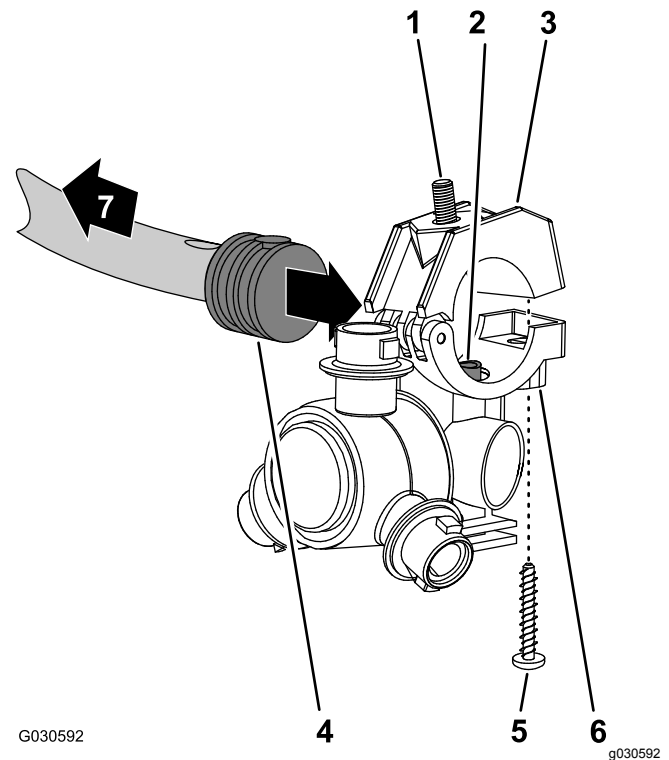
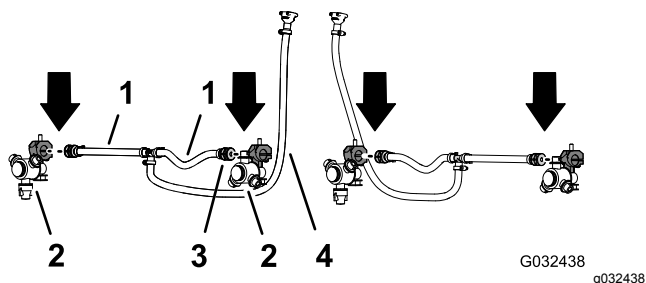

Figura 79
Figura 80
- Lavorando con i 2 ugelli dell'irroratrice del kit di finitura dell'impianto di irrorazione GeoLink, rimuovete le vite in acciaio inox che fissa la metà superiore della fascetta alla sella (Figura 79).
- Individuate il foro sul lato del portagomma dentellato singolo all'estremità del flessibile da 25 cm del gruppo flessibili (valvola dell'irroratrice 5 o 6) per la sezione della barra centrale (Figura 79 e Figura 80).
- Allineate il tubo di trasferimento sulla sella di un ugello dell'irroratrice (Figura 79) con il foro sul lato del portagomma dentellato singolo (1/2").
- Chiudete la metà superiore della fascetta attorno al portagomma dentellato e fissate la metà della fascetta e il corpo dell'ugello dell'irroratrice (Figura 79) con la vite in acciaio inox (n. 12 x 1¼"); serrate la vite in acciaio inox a 14-18 N·m.
- Lavorando con l'ugello dell'irroratrice, il bullone a testa esagonale e la vite in acciaio inox che avete rimosso ai passaggi 1 e 2 di Rimozione degli ugelli dell'irroratrice \(pagina 34\), ripetete i passaggi da 3 a 5 sul portagomma dentellato singolo (Figura 79 e Figura 80) all'estremità dell'altro flessibile da 25 cm.
- Lavorando con i 2 ugelli dell'irroratrice che avete rimosso al passaggio 4 di Rimozione degli ugelli dell'irroratrice \(pagina 34\), ripetete i passaggi da 3 a 5 per i portagomma dentellati singoli dell'altro gruppo flessibili (valvola dell'irroratrice 5 o 6) per la sezione della barra centrale (Figura 79 e Figura 80).